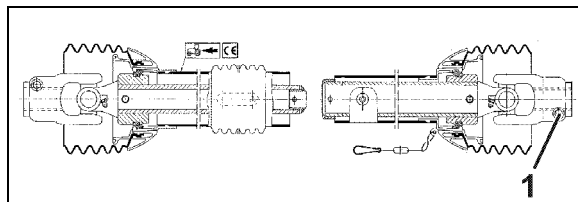

Fig. 24
1. Die Gelenkwelle auf die Getriebeeingangswelle aufstecken und mit Gewindebolzen befestigen (Fig. 24/1).